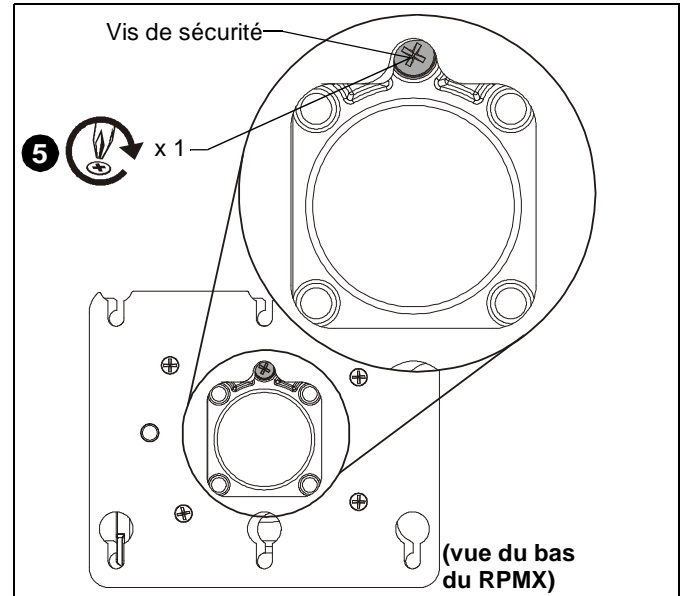

Figure 5
5. Tournez la vis de sécurité (accès depuis le bas du RPME) (Voir la Figure 5) en utilisant un tournevis Phillips jusqu'à ce que la vis d'arrêt ne soit plus visible par le trou d'accès de la vis d'arrêt dans le RPME. (Voir la Figure 5)